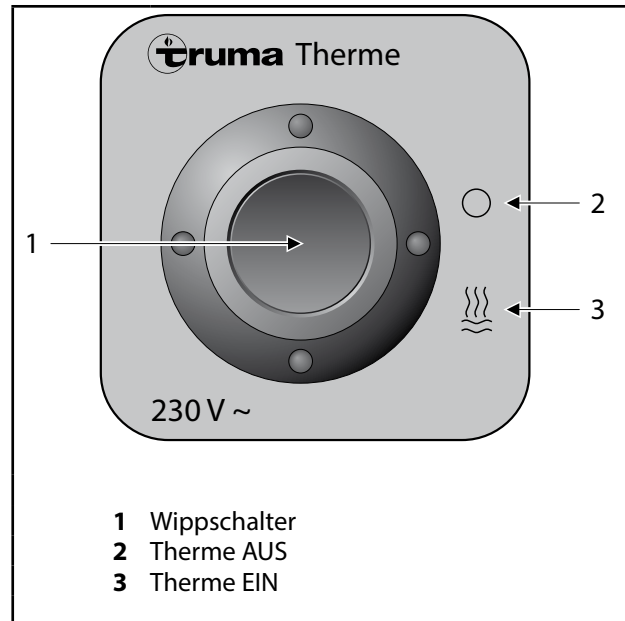

Abb. 39 Bedienteil Truma-Therme
1. Wippschalter (Abb. 39, Pos. 1) nach unten in Stellung „☹“ schalten, Kontrolllampe leuchtet auf. Die Wassertemperatur wird mittels Thermostat auf 60 °C geregelt. Die Aufheizzeit von 15 °C kaltem Wasser auf 60 °C dauert ca. 50 Minuten.
2. Zum Ausschalten Wippschalter (Abb. 39, Pos. 1) in Stellung „○“ schalten.